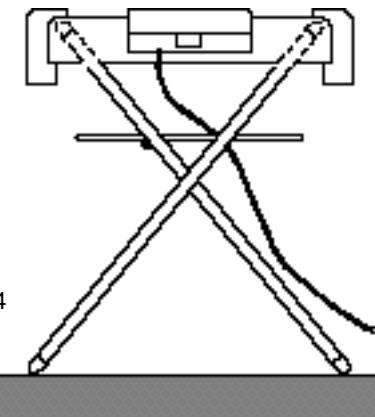

Fig. 4
- 5) Apoyar el cuerpo del asador sobre el caballete, tal como se muestra en la Fig. 4.